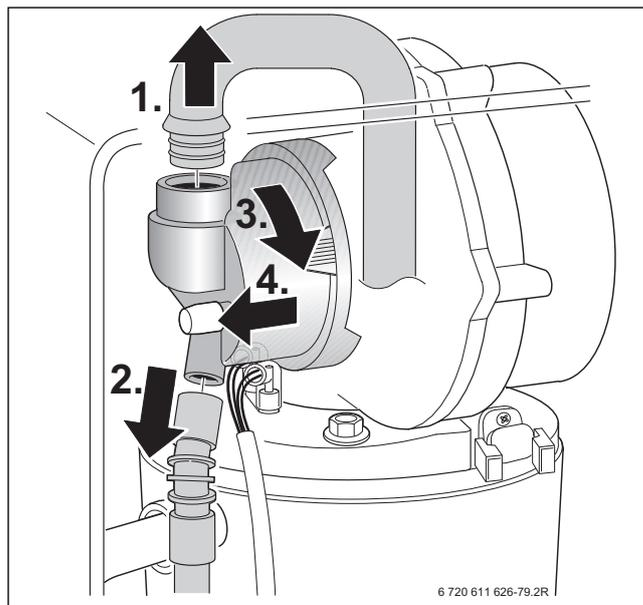
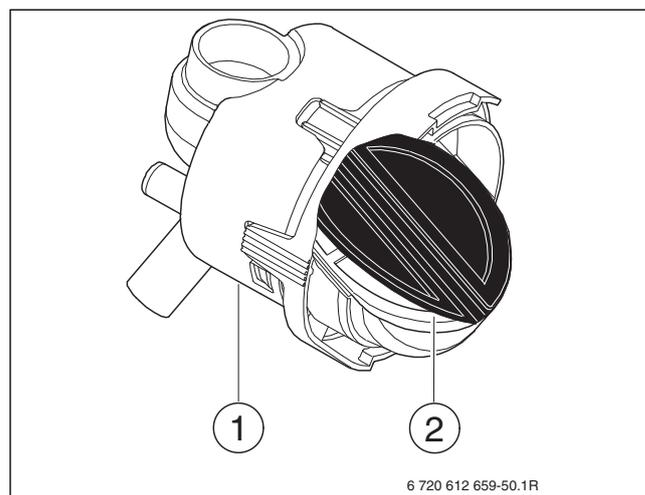

Fig. 68
Fig. 76
- ▶ Démontez le tube d'admission d'air et retirez le tuyau à gaz du dispositif de mélange, → figure 68.
- Démontez le mélangeur (fig. 76, [1]) comme indiqué sur la figure 68, pag. 43.